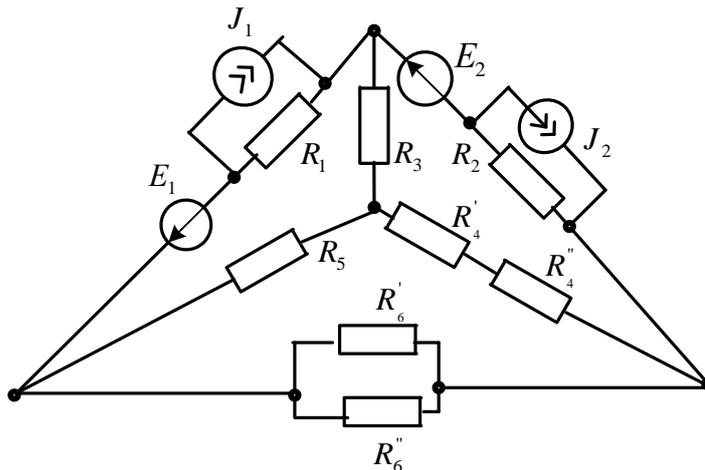

Рисунок 22
**Задача 26.** В электрической цепи (рис.22) рассчитать токи методом контурных токов. Сравнить полученные результаты с токами, найденными из уравнений Кирхгофа. Составить баланс мощностей. Заземлив одну из точек схемы рассчитать и построить потенциальную диаграмму контура, включающего обе ЭДС.